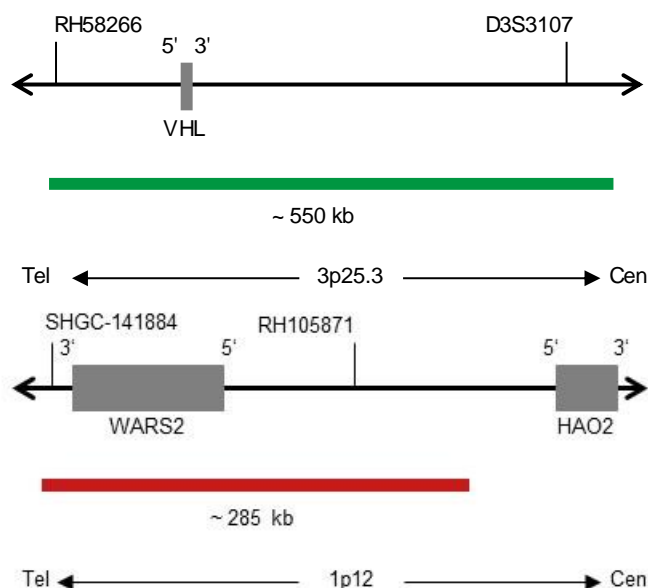

Fig. 1: Arriba: SPEC VHL Mapa de la sonda; abajo: SPEC 1p12 Mapa de la sonda (no está a escala)
- Polinucleótidos marcados en verde (excitación a 503 nm/emisión a 528 nm) ZyGreen (~10 ng/μl), dirigidos a secuencias localizadas en 3p25.3\* (chr3:10,051,220-10,598,496) que albergan la región del gen VHL (ver Fig. 1).